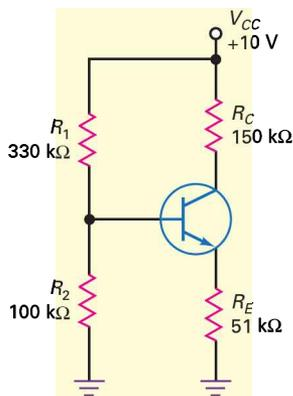

Figure 7.34
- 7.17** **Multisim** Quelle est la tension émetteur dans la figure 7.34 ? Quelle est la tension collecteur ?
- 7.19** Toutes les résistances de la figure 7.34 ont une tolérance de $\pm 5 \%$. Quelle est la plus faible valeur possible de la tension collecteur ? La plus forte ?
7.23 Quel est le point Q pour la figure 7.34 ?
7.25 Toutes les résistances de la figure 7.34 ont une tolérance de $\pm 5\%$. Quelle est la plus faible valeur possible de la tension collecteur ? La plus forte ?
7.48 On veut que le diviseur de la figure 7.34 soit à courant constant. Modifiez R_1 et R_2 sans modifier le point Q.